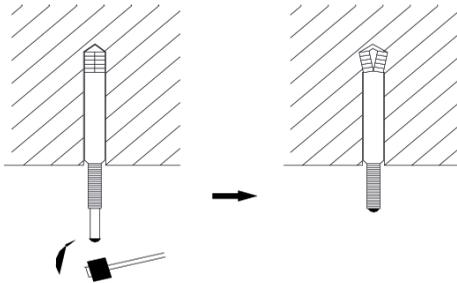

Fig.3
- 1) Insira a bucha M10 e, em seguida, bata com um martelo no parafuso. Consulte os desenhos da Dimensão Contorno da Unidade Interior para saber a distância entre furos e veja a Fig.3 para a instalação da bucha.